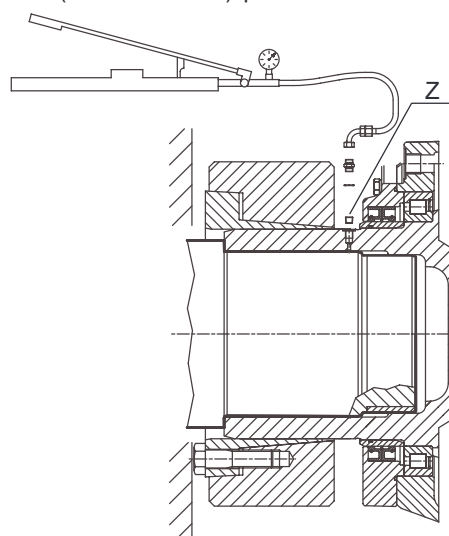

Fig. 4
- Con un cacciapigne e martello, fare uscire dalla sua sede uno dei due pernetti "A" (vedi fig. 4), rimuovere le due molle "B", quindi togliere l'altro pernetto
- Fare scorrere il giunto assialmente per liberare e togliere il tappo "Z" (vedi fig. 4) ed utilizzare il foro da 1/8" G, che consente l'immissione di olio in pressione (max. 1000 bar) per facilitare lo smontaggio del